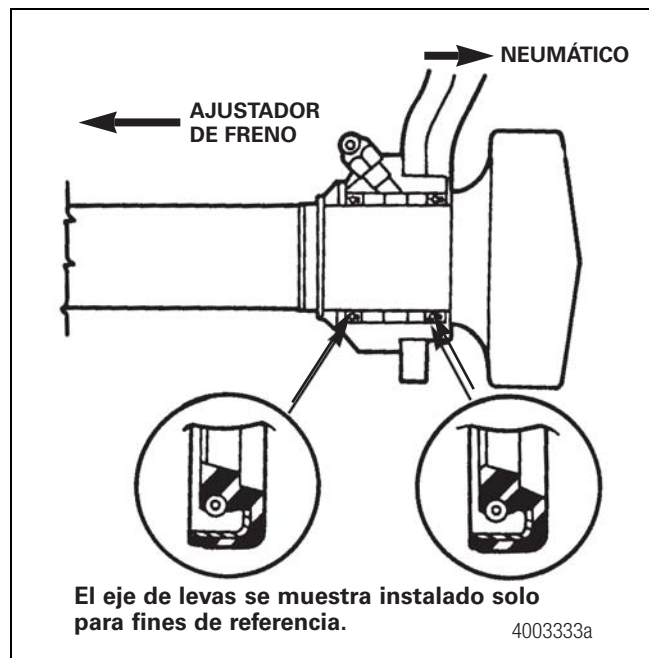

Figura 11.33
- A. En bujes de plástico, introduzca un casquillo de acero por el orificio de retención hasta que quede al ras con el borde exterior del retenedor, por el lado del neumático. Verifique que la ranura del casquillo de acero quede alineada con el orificio de distribución de la grasa. Luego, instale el buje de plástico. Figura 11.33.